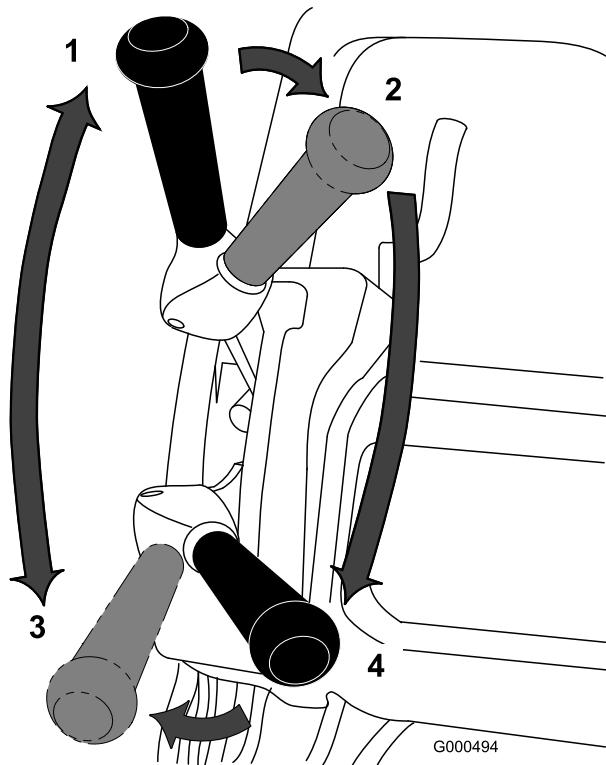

Figura 27
1. Ligue o motor, coloque o regulador a uma velocidade reduzida, empurre o manípulo para levantar a unidade de corte, desloque a alavanca de tração para a posição Engatada e leve o cortador até uma ponta do relvado (Figura 27).
2. Coloque a alavanca de tração na posição Desengatada e engage a transmissão do cilindro (Figura 27).
3. Desloque a alavanca de tração para a posição Engatada, aumente a velocidade até que o cortador se movimente à velocidade desejada, conduza o cortador para o relvado, desça a dianteira do cortador e comece a operação (Figura 27).